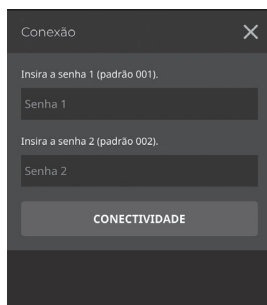

Figura 8 - Telas de acesso
7. O aplicativo solicitará duas senhas para acesso completo a parametrização do sistema. A senha padrão é 001 para o campo “Insira a senha 1” e 002 para o campo “Insira a senha 2”. Após inserir as duas senhas pressione CONECTIVIDADE, conforme Figura 8.